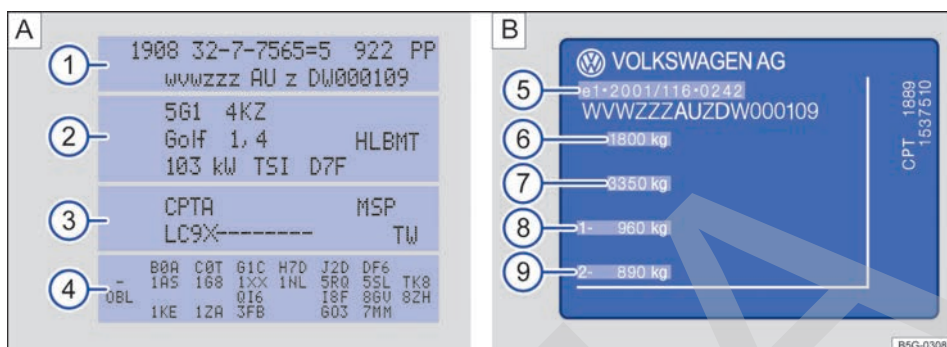

Fig. 185 A Adhesivo portadatos del vehículo: en la figura, por ejemplo, con letras distintivas del motor CPTA
El adhesivo portadatos del vehículo → fig. 185 A va pegado en el lado interior de la cubierta del manual de instrucciones y en el maletero, en la zona de la cavidad de la rueda de repuesto. En él figuran los siguientes datos:
- 3 Letras distintivas del motor y del cambio, referencia de la pintura, equipamiento interior. En el ejemplo, las letras distintivas del motor son "CPTA" → fig. 185.
La placa de modelo → fig. 185 B se encuentra en la parte inferior del montante de la puerta del conductor. Se ve abriendo esta puerta. Los vehículos destinados a determinados países no llevan placa de modelo.